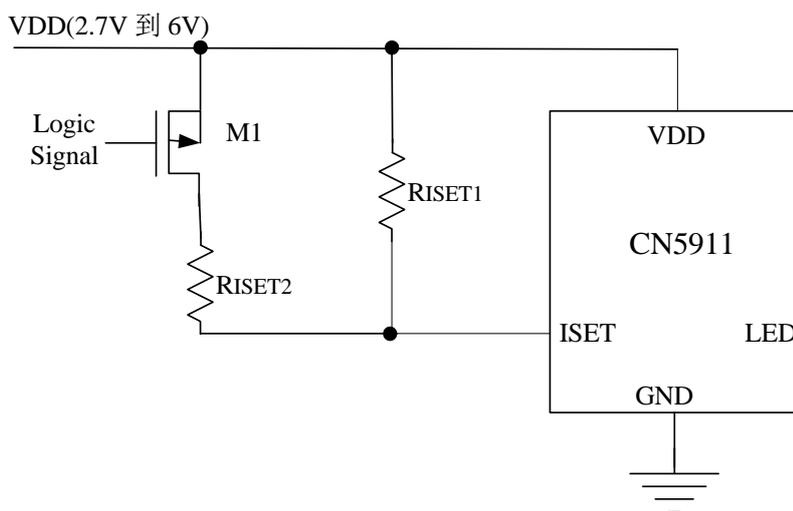

图6 用逻辑信号调整亮度
2. 用逻辑信号调整发光二极管的亮度（如图6所示）
如果只需要分几个档次来调整发光二极管的电流，可以用逻辑信号来实现，图6示出了分两个档次来调整发光二极管的电流的电路。 $R_{ISET1}$ 设置了流经LED管脚的最小电流（当P沟道场效应晶体管关断时，即逻辑信号为高电平的情况）。 $R_{ISET2}$ 设置了流经LED管脚的电流的增加量（逻辑信号为低电平）。